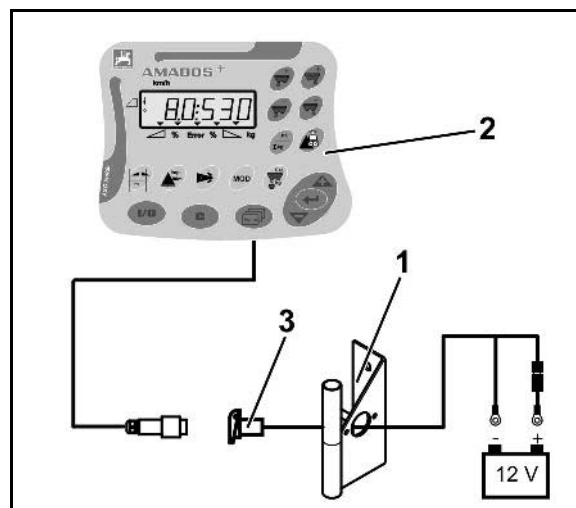

Fig. 16
Consola (Fig. 16/1) trebuie să fie accesibilă și vizibilă în dreapta conducătorului, neexpusă vibrațiilor și montată pe cabină printr-un contact conductor electric. Distanța față de aparatul de transmisie radio, respectiv antena de transmisie trebuie să fie de minim 1 m.
1. Suportul de susținere cu calculatorul (Fig. 16/2) se introduce pe tubul consolei.
2. Fixați bușca (Fig. 16/3) cablului de conectare a bateriei la consolă.